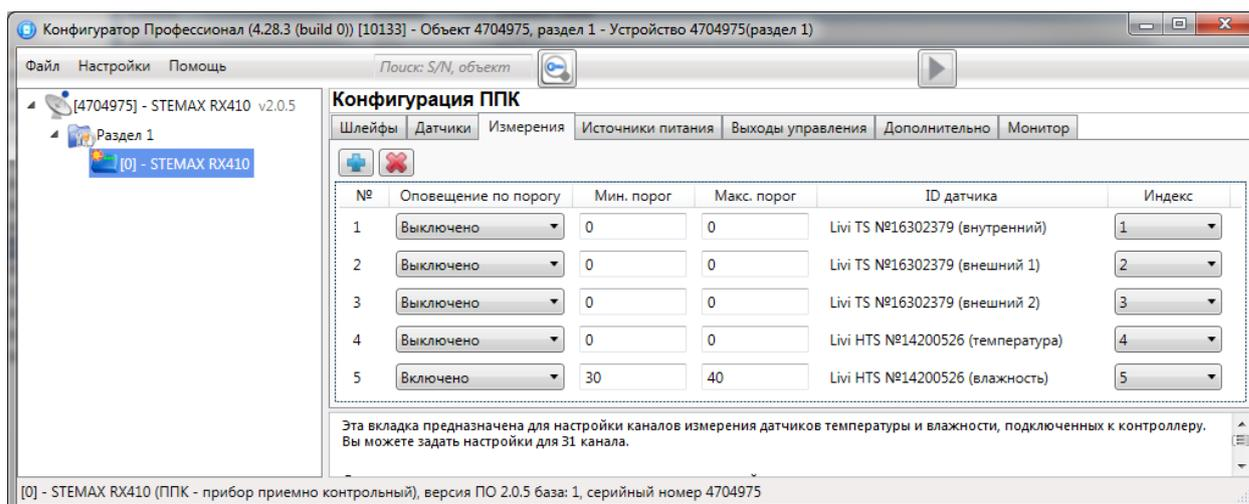

Рисунок 8.10 – Окно *Список найденных датчиков*
- Нажмите кнопку  в верхнем левом углу вкладки (см. рисунок 8.10).
Настройка параметров работы с зарегистрированными сенсорами выполняется в таблице с описанными ниже столбцами (см. рисунок 8.10).
Для удаления канала измерения из конфигурации выделите его в списке и нажмите кнопку  в верхнем левом углу вкладки (см. рисунок 8.10).